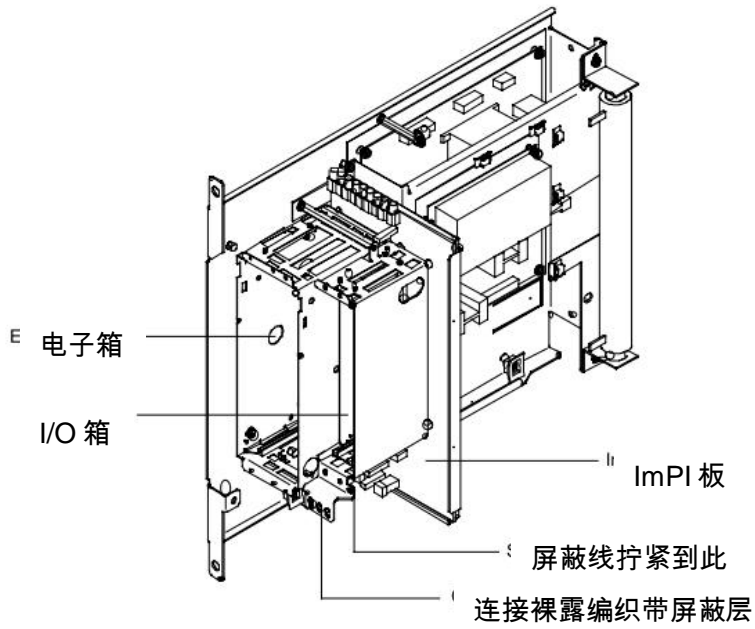

图 3-2 并联装置的各逆变器的电子模块
- 通过编织带屏蔽层连接到 I/O 箱底部下方的电缆夹上。(参考图 3-2)
- 此外通过大约 10CM 长的屏蔽电缆连接。(参考图 3-2)